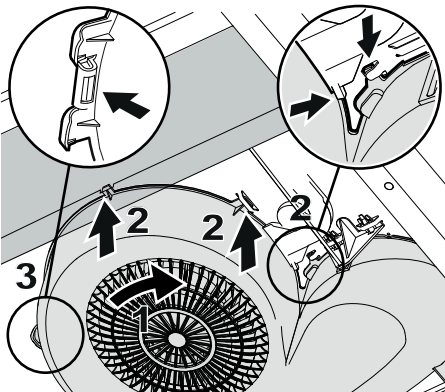

Fig.8
Se till att alla snäppen passar mot spisfläk- tens flikar. Vrid in fläkthuset (1) i flikarna (2). Tryck tillbaka fläkthusetets snäppe i fli- ken (3).Fig.8